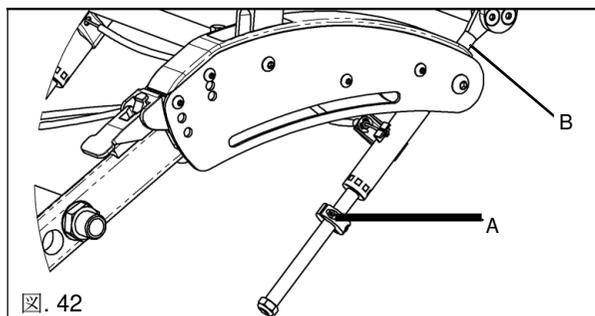

図. 42
- ティルトストップからネジを取り外し、メカロックのシャフトに取り付けます。ネジを再度取り付けますが、締めないでください(図42:A)。反対のメカロックについても繰り返します。
- 前方への傾斜を制限するには、メカロックの本体の上に傾斜止めを配置します(図42:B)。希望の角度に達したら、ティルトストップをメカロックボディの上部に対してスライドさせて締めます。